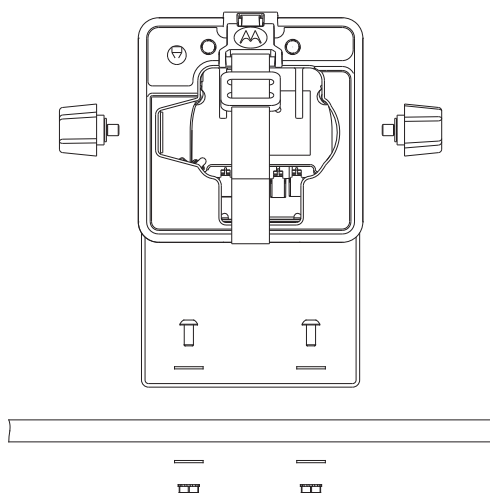

Рис. 4 Установка автомобильного зарядного устройства
4. Установите кронштейн, используя соответствующие винты, гайки, шайбы и стопорные шайбы и см. Рис. 4.
5. Вставьте устройство в кронштейн, установите шайбу и резьбовой винт крепления в корпус, как показано на Рис. 4.